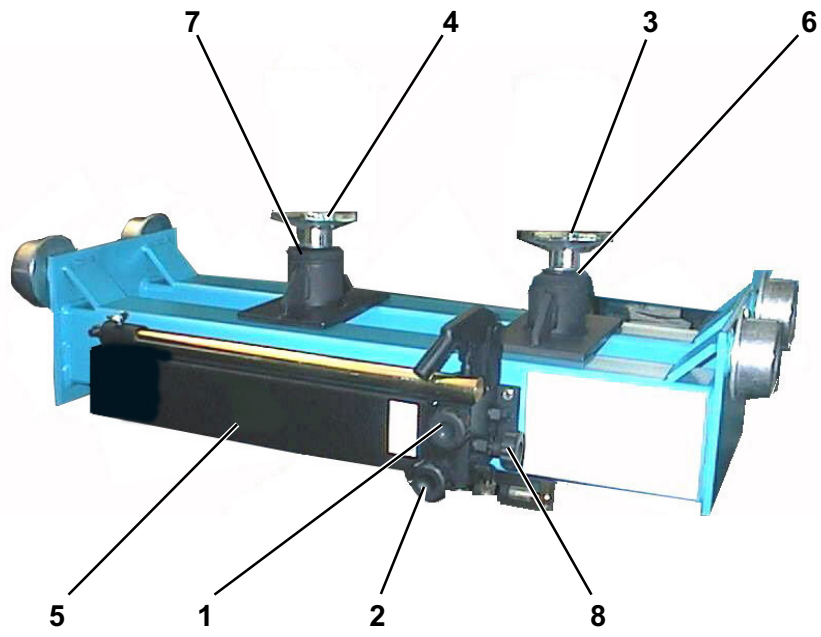

Fig.7
Con riferimento alla Fig.7:
See Fig.7:
Unter Bezugnahme auf Abb.7:
Se référer à la Fig.7:
Referencia Fig.7:
- agire sulla valvola 8 (Fig.7) aprendola fino al completo rientro dei pistoni;
- Open valve 8 (Fig.7) until the pistons are fully retracted.
- Das Ventil 8 (Abb.7) öffnen, bis die Kolben vollständig zurückgefahren sind;
- ouvrir la vanne 8 (Fig.7) jusqu'à la descente des pistons;
- actuar en la válvula 8 (Fig.7) abriéndola hasta la completa retracción de los pistones.